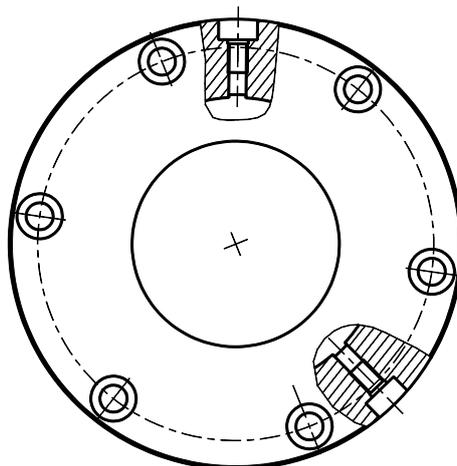

Abb. 11: Öleinfüllschraubenposition
- Freilaufkupplung so positionieren, dass die Öleinfüllschrauben am Umfang des Deckels sich in folgender Position befinden: eine der Schrauben oben, die andere seitlich unterhalb der Mitte (siehe Abb.11). Zum Ablassen muss eine Schraube unten sein.